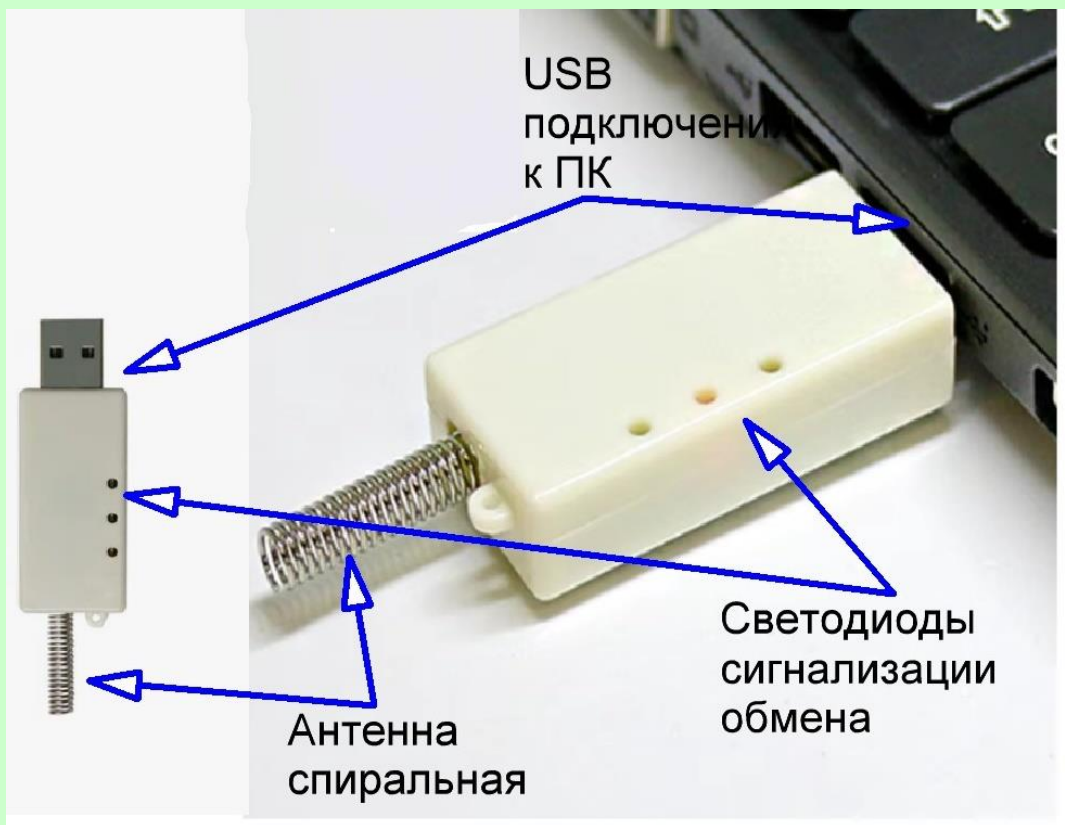

Рисунок 5. Модуль USB-HC12.
- Также выпускаются готовые модули HC12 с подключением в USB, рисунок 5. Необходимо отметить, что готовые модули управляются режимами переключения через внешнюю кнопку, что во многих случаях затрудняет эксплуатацию и настройку [5].